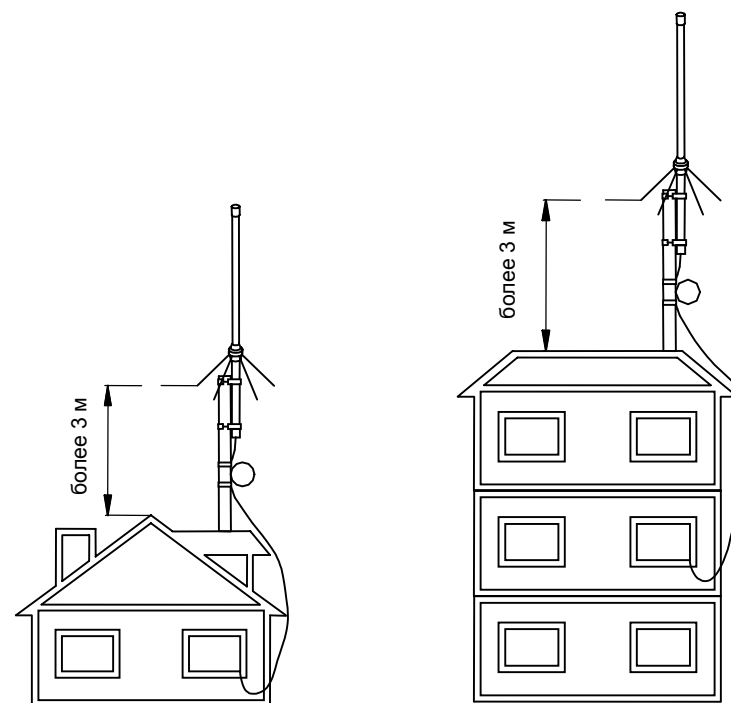

Рис. 2
- Необходимо помнить, что антенну нельзя устанавливать ниже 3-х метров от поверхности земли или крыши здания. Поэтому даже при установке антенны на крыше высотного здания применяйте мачту (шест) длиной не менее трех метров (см. рис. 2).
Перед вводом в помещение с наружной стороны следует обеспечить небольшое провисание кабеля, чтобы исключить затекание воды (во время дождя и т.п.) по кабелю внутрь здания (см. рис. 2 и рис.3).